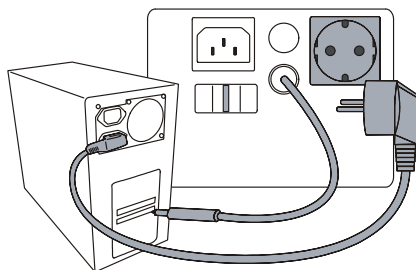

Abbildung 7. Messung des Berührungsstromes
-  Stecken Sie den Netzstecker des Prüflings in die Prüf-/Netzsteckdose, siehe Abb. 7. Für Prüflinge der Schutzklasse II verbinden Sie die Sonde ( $I_B$ ) mit allen berührbaren Metallteilen des Prüflings. Für Prüflinge der Schutzklasse I verbinden Sie die Prüfsonde mit allen berührbaren, nicht geerdeten Metallteilen des Prüflings.